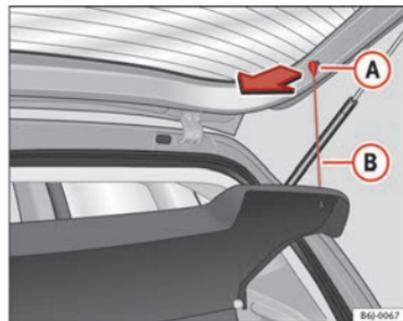

Fig. 88 Bandeja portaobjetos
- Desenganche los tirantes ⇒ fig. 88 **B** de los alojamientos **A**